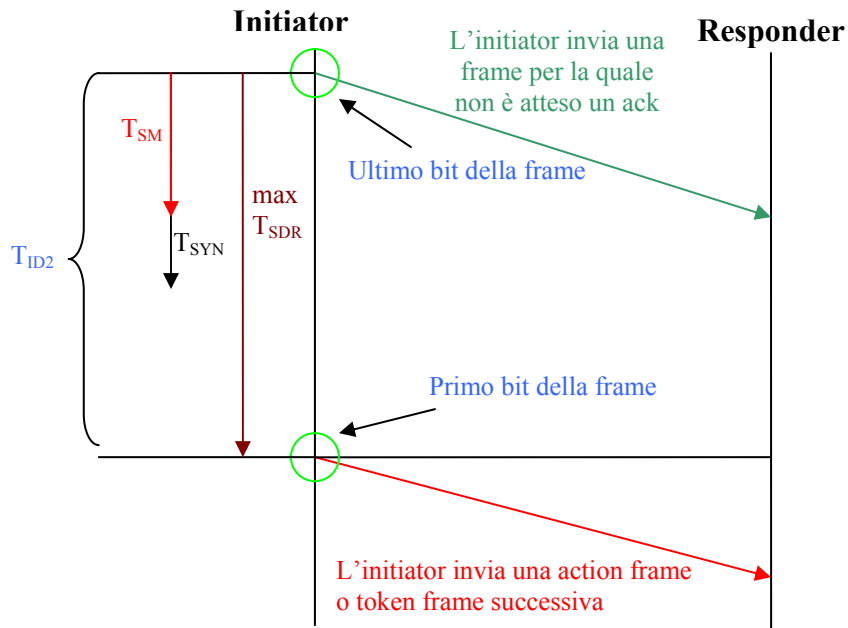

Figura 11 –  $T_{ID2}$
- $T_{ID2}$ . Esso è definito come il tempo che deve attendere l'initiator dopo l'invio di una action frame che **non deve essere confermata da un ack** (sono quelle ad esempio relative ai servizi SDN inviati a molti o tutti, per i quali non è previsto una conferma), prima di poter trasmettere una nuova action frame o una nuova token frame. La Figura 11 illustra quanto detto. Il  $T_{ID2}$  è definito come: